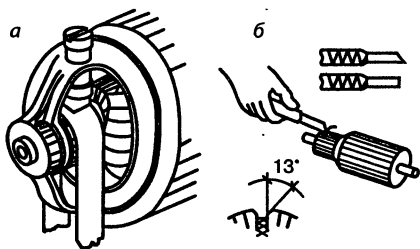

Рис. 8.2. Притирка новой щетки к коллектору
Это делается протягиванием мелкозернистой шкурки между щеткой и коллектором абразивной стороной шкурки к щетке (рис. 8.2). Чтобы не стачивалась кромка, шкурка должна облегать коллектор по половине его окружности (рис. 8.2, а).
**Продорожить** — означает срезать выступающую межламельную изоляцию на глубину 0,5—1 мм (рис. 8.2, б).